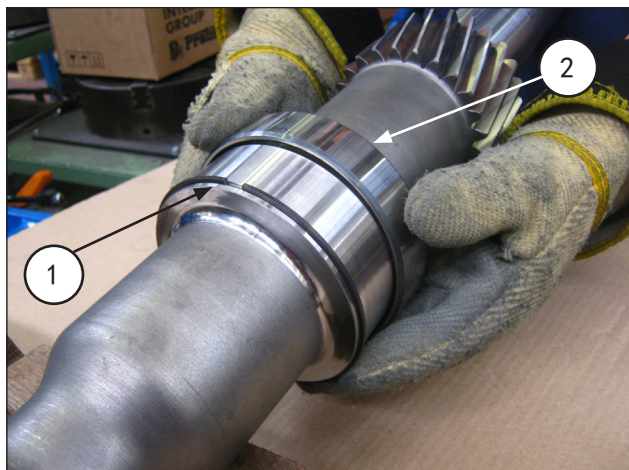

图 78
在小齿轮  $r=3.46$  和  $r=4.23$  上安装止动环和内环（预先加热）、滚子轴承（位置①，图 78）。